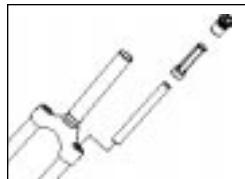

Fig. 3
2. Rimuovere il gruppo molle (tappo superiore, distanziale ed elastomero). Vedere Fig. 3.